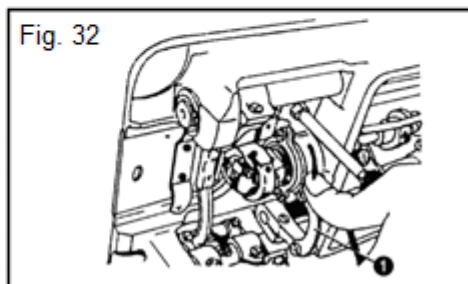

Fig. 32
d) Przesuń mechanizm noża (Fig. 32) i zatrzymaj go w pozycji, w której śruba (8) jest odsłonięta.
e) Odkręć śrubę (9) i zdemontuj nóż ruchomy.